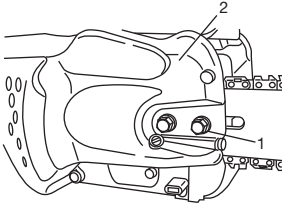

Fig. 1
1. Quite la tuerca (1) de presión de la barra de cadena.
2. Quite la tapa lateral (2), apretando parte trasera de la tapa lateral (2). (Fig. 1)
6. Coloque la carcasa lateral (2) sobre los pernos de apriete de la barra de guía en la carcasa del motor. Luego, apretar provisoriamente la tuerca de fijación. (Fig. 1)